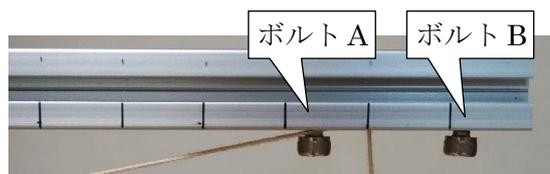

図 1-6 糸の吊り下げ部分 ($a=16.0$ cm)
3. フレーム A 底面の目盛り線を見て、 a (支柱から糸の吊り下げ位置までの距離) が 16.0 cm になるようにナットを移動し、2 本のボルトを手で締める (図 1-6 参照)。糸の長さの調節がスムーズにできるように、ボルト A が付いているナットと、糸が付いているナットとの間隔をつめすぎないように注意する。